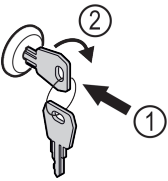

Fig. 177
- ▶ Įspauskite raktą Fig. 177 (1).
- ▶ Pasukite raktą 90° pagal laikrodžio rodyklę Fig. 177 (2).